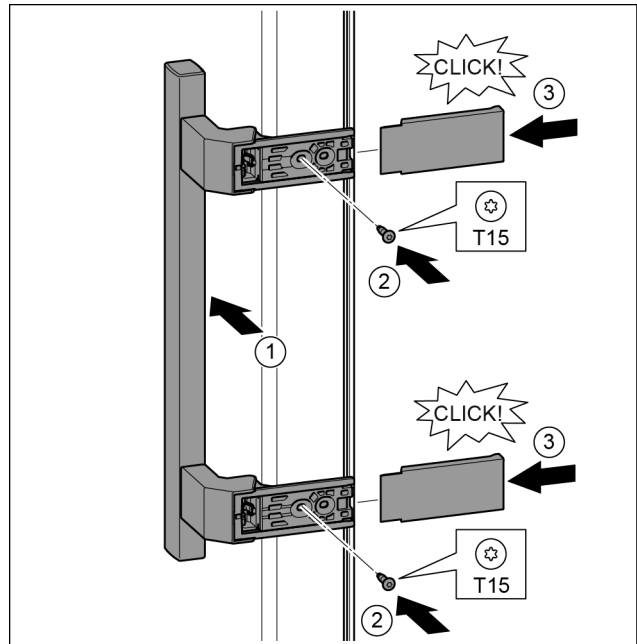

Fig. 19
- ▶ Aplicați mânerul pe partea opusă. Fig. 19 (1)
- ▶ Înșurubați ferm șuruburile cu șurubelnița T15. Fig. 19 (2)
- ▶ Aplicați și împingeți capacele laterale. Fig. 19 (3)